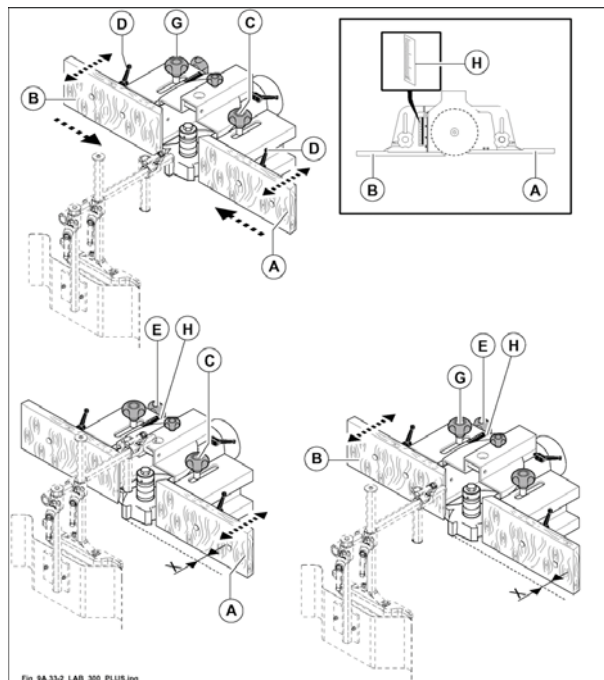

Fig. 9.33-2
- Allentando i pomelli (G, C fig. 9.33-2) spostare l'intera guida cuffia nella posizione più idonea alla profondità di asportazione che si vuole ottenere, poi serrare i pomelli.
- Le semiguida (A e B fig. 9.33-2) devono essere il più vicino possibile all'utensile (circa 2-3 mm). Per effettuare questa regolazione agire sulle maniglie (D fig. 9.33-2) poste dietro alle rispettive semiguida.
Per un'ulteriore regolazione micrometrica della profondità di asportazione registrare la semiguida in entrata (A fig. 9.33-2) come segue:
- allentare il pomello (C fig. 9.33-2).
- Ruotare il pomello (E fig. 9.33-2), per cercare la giusta posizione, leggendo lo spostamento sull'indicatore (H fig. 9.33-2).
- A regolazione eseguita serrare pomello (C fig. 9.33-2).
Per registrare micrometricamente la semiguida in uscita (B fig. 9.33-2):
- allentare il pomello (G fig. 9.33-2).
- Ruotare il pomello (E fig. 9.33-2) e, con una barretta, controllare l'allineamento della semiguida con l'utensile.
- A regolazione eseguita serrare il pomello (G fig. 9.33-2).
leggere lo scostamento fra le due tavolette sull'indice (H fig. 9.33-2). Quando l'indice è posizionato sullo "0" le guide sono allineate fra di loro.